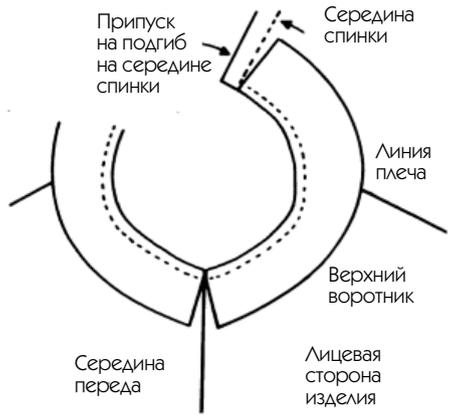

Рис. 178
5. На лицевую сторону лифа положите воротник лицевой стороной кверху, точка к точке, так, чтобы совпали линия втачивания воротника и линия горловины (рис. 178).